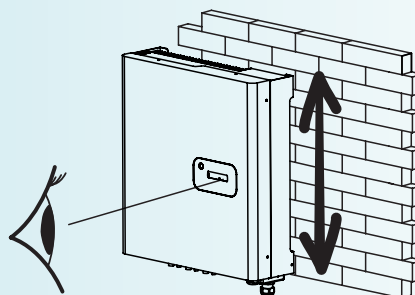

Fig. 3
- Scegliere una posizione che consenta di leggere facilmente il display LCD (Fig. 3).